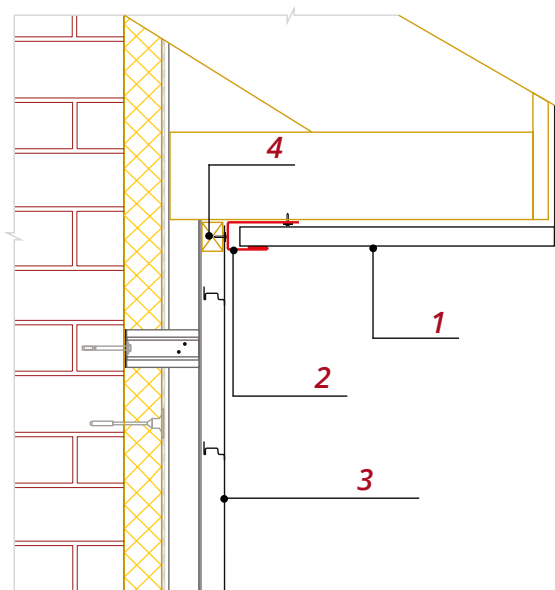

Рис. 29
■ Когда подшивка карнизного свеса производится металлическим или пластиковым софитом **1**, край панели **3** закроется приемным J-профилем или молдингом **2** (*рис.29*).